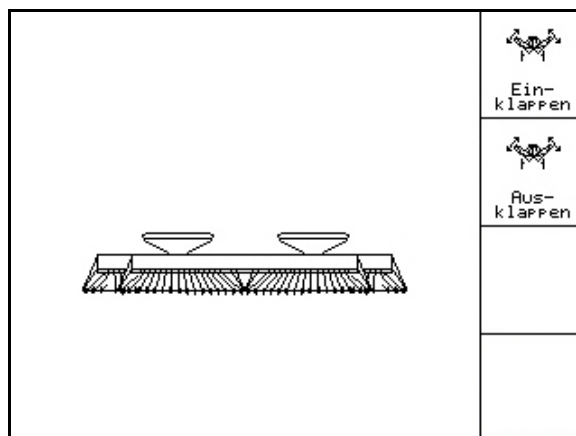

Рис. 52
- Переход в подменю «Складывание/раскладывание» (Рис. 52).